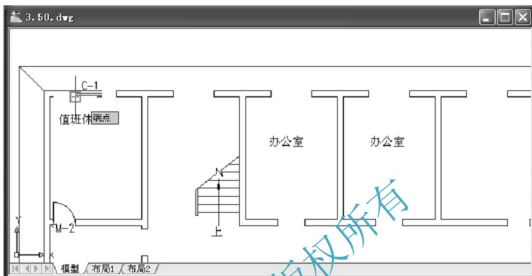

图 3.81 确定图块的插入点
- (1) 在命令行输入“Minsert”后按 Enter 键。
① 在输入块名或 [?]：提示下，输入“窗块”。
② 在指定插入点或 [基点(B)/比例(S)/X/Y/Z/旋转(R)/预览比例(PS)/PX/PY/PZ/预览旋转(PR)]：提示下，在如图 3.81 所示的位置单击以确定插入点。
③ 在输入 X 比例因子，指定对角点，或 [角点(C)/XYZ] <1>：提示下，输入“1.5(1500/1000)”。
④ 在输入 Y 比例因子或 <使用 X 比例因子>：提示下，输入“1”(240/240)。
⑤ 在指定旋转角度 <0>：提示下，按 Enter 键执行默认值“0”。
⑥ 在输入行数 (...) <1>：提示下，按 Enter 键执行默认值“1”。
- ⑦ 在输入列数 (|||) <1>: 提示下, 输入“5”。
- ⑧ 在指定列间距 (|||): 提示下, 输入“3600”。